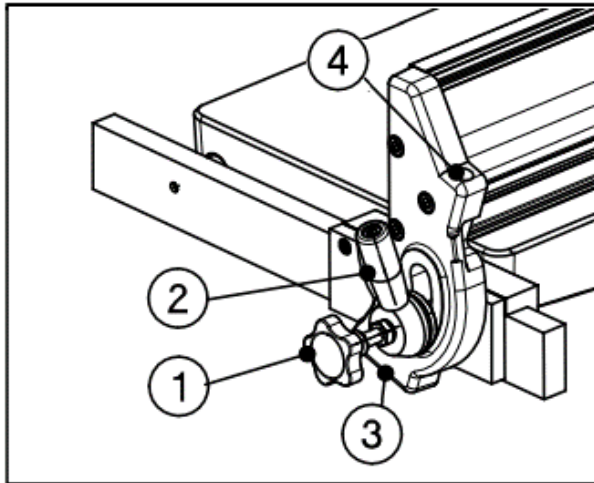

Fig.20
- 2 Après avoir relâché deux poignées (Fig. 20.1 - Fig. 20. 2), le guide à dégauchir peut être réglé à n'importe quel angle entre 90° et 45°.